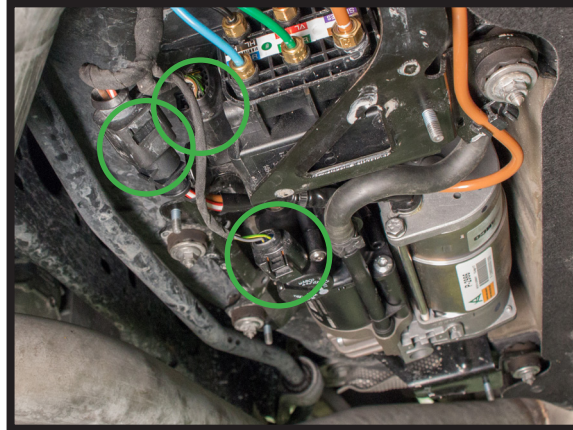

FIGURE 35
3. RECONNECT THE ELECTRICAL CONNECTORS. (FIGURE 35)